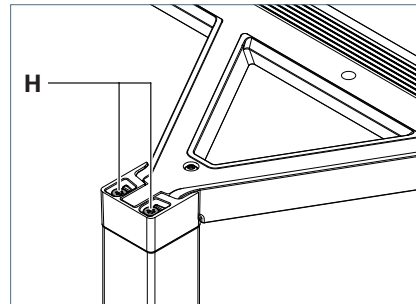

Fig. 10: Leuchtenkopf justieren.
- Um den Leuchtenkopf abzusenken, drehen Sie die Stellschrauben **H** gegen den Uhrzeigersinn, siehe Fig. 10.